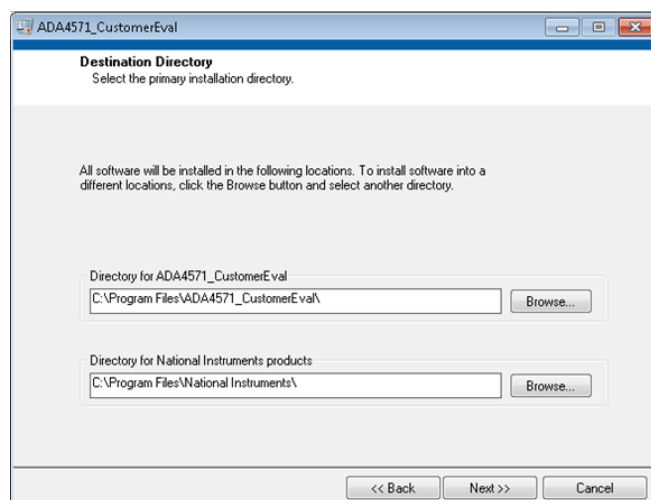

图2. 选择目标位置
2. 屏幕上出现目标目录时(如图2所示)，单击**下一步**。此外，还可单击**浏览**更改目标文件夹，选择另一个目标文件夹，然后单击**下一步**。